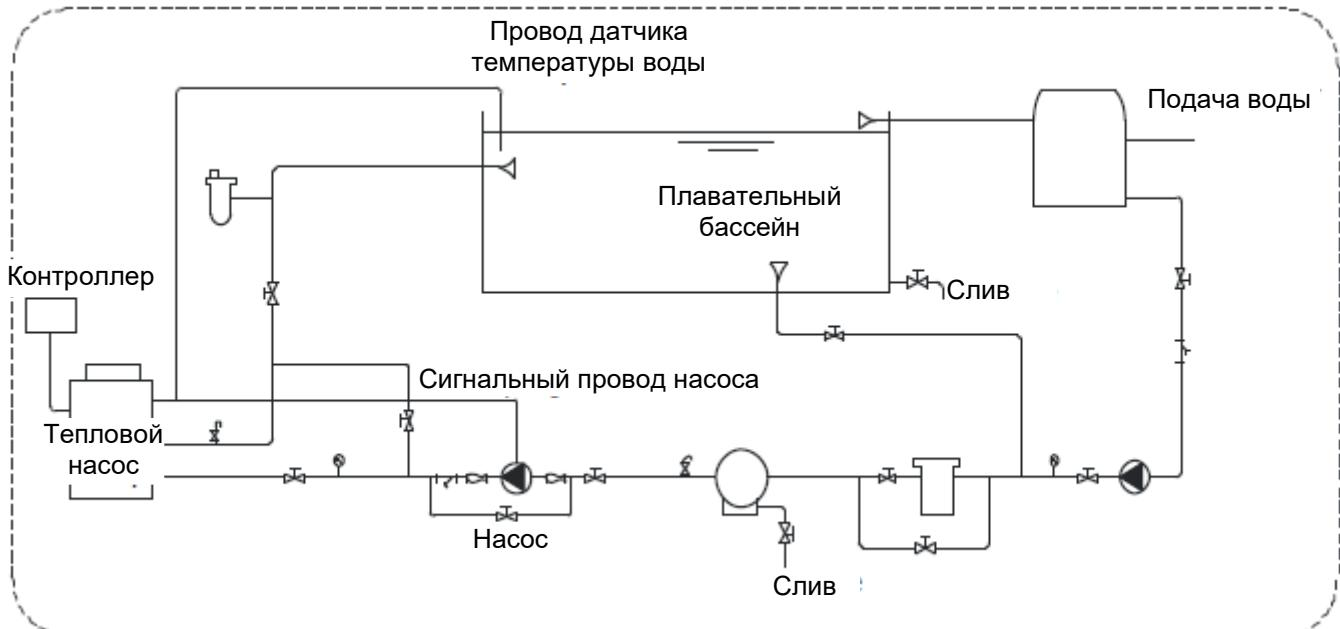

Рисунок 7. Схема (один устройство для справки)
- При подсоединении выпускной и выпускной труб для воды используйте два трубных ключа для регулировки двух частей труб и убедитесь, что выпускная и выпускная трубы не перекручены (см. Рисунок 7).